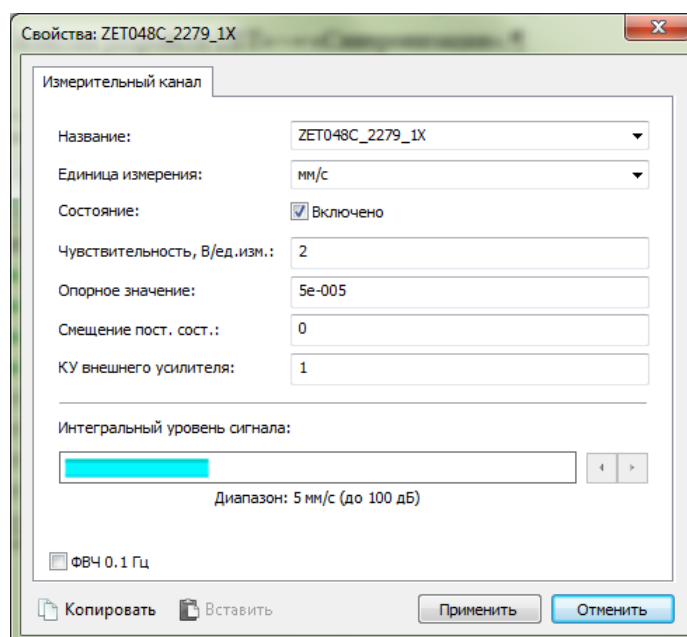

Рис. 2.13 Свойства измерительного канала
3. В меню «Свойства» измерительных каналов (Рис. 2.13) следует установить значения коэффициентов чувствительности для каналов осей X, Y и Z в соответствии с указанными в паспорте на регистратор, а по каналу «Контроль питания» установить чувствительность 0,001 мВ.